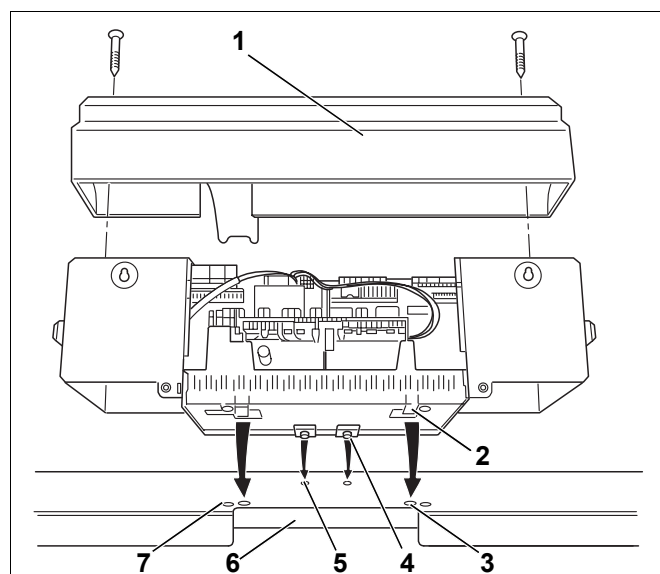
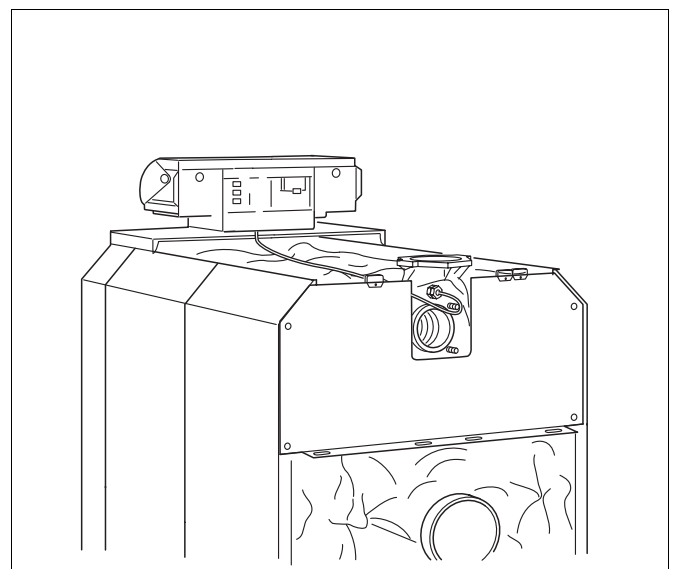

Fig. 60 Montaggio dell'apparecchio di regolazione
Fig. 65 Caldaia con apparecchio di regolazione installato
- ▶ Allentare entrambe le viti della copertura morsettieria (fig. 60, [1]). Rimuovere la copertura del morsetto dall'alto.
- ▶ Sistemare l'apparecchio di regolazione. Inserire l'apparecchio di regolazione sul davanti con i ganci d'inserimento (fig. 60, [4]) nei fori ovali della copertura caldaia anteriore (fig. 60, [5]). Tirare in avanti l'apparecchio di regolazione e poi piegarlo all'indietro. I ganci elastici (fig. 60, [2]) devono scattare dietro nelle aperture rettangolari della copertura anteriore della caldaia (fig. 60, [3]).
- ▶ Fissare lo zoccolo dell'apparecchio di regolazione a destra e a sinistra del passaggio cavi (fig. 60, [6]) sulla copertura anteriore della caldaia, con due viti autofilettanti (fig. 60, [7]).
- Riavvitare la copertura del morsetto (fig. 60, [1]) sullo zoccolo dell'apparecchio di regolazione con due viti autofilettanti (fig. 65).